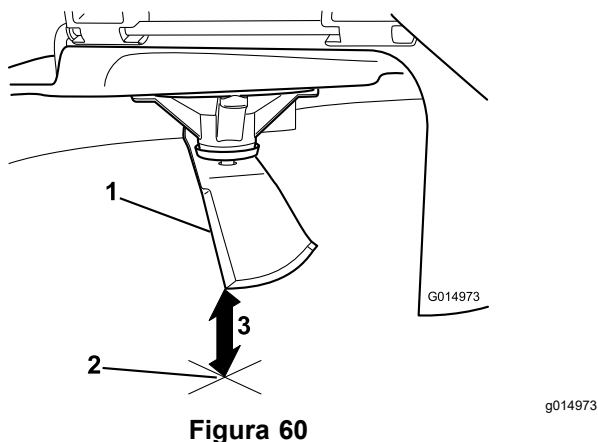

Figura 60
5. Misurate dalla punta della lama alla superficie piana (Figura 60).